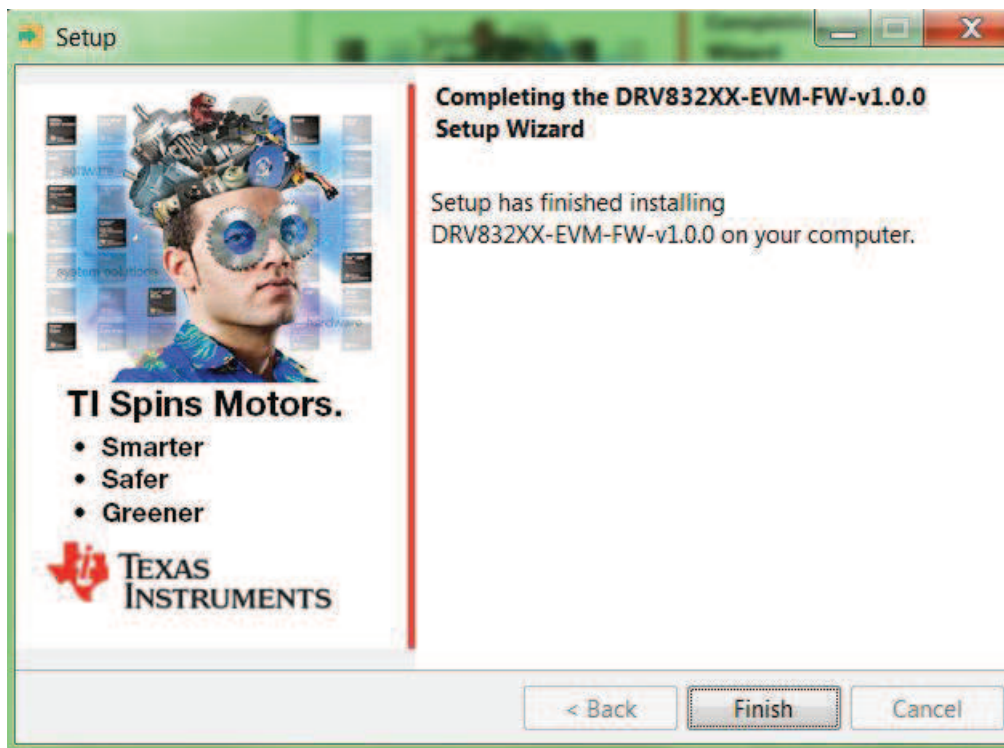

図 21. ファームウェアのインストールの完了
Step 10. インストール先のフォルダにファイルが正しくインストールされたら、*Finish*ボタンをクリックします(図 21を参照)。